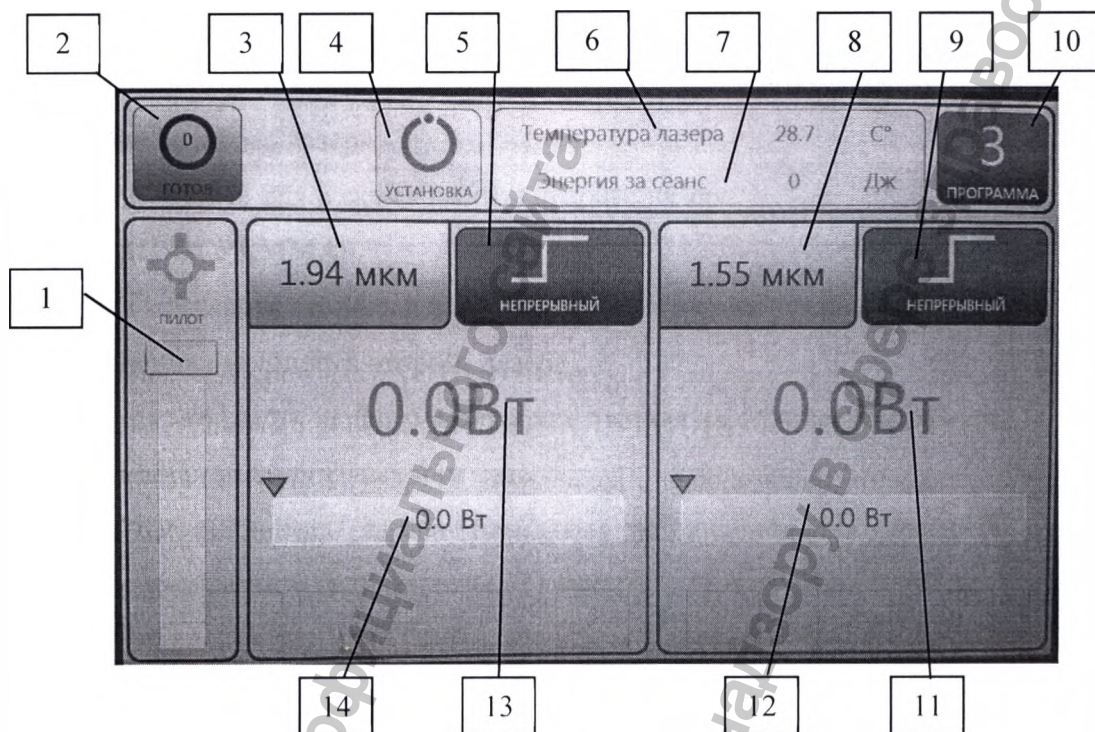

Рисунок 9
5.11.1 После завершения процесса «ИНИЦИАЛИЗАЦИИ» или выхода из меню «ПРЕДВАРИТЕЛЬНЫХ НАСТРОЕК» аппарат «Уролаз» переходит в режим «УСТАНОВКА» и появляется следующее меню (см. рис. 9).
- 5.11.2 Выходная мощность лазера наведения устанавливается касанием сенсорного экрана и перемещением регулятора (см. 1 рис. 9).
- 5.11.4 Отображаются следующие параметры лазеров (см.рис.9):
- длины волн первого (3) и второго (8) лазеров.
- выходная мощность первого (13) и второго (11) лазеров.
- установленная мощность первого (14) и второго (12) лазеров.
- режим работы первого (5) и второго (9) лазеров.
- температура корпуса лазера (6).
суммарная энергия за сеанс (см. 7 на рис. 9).